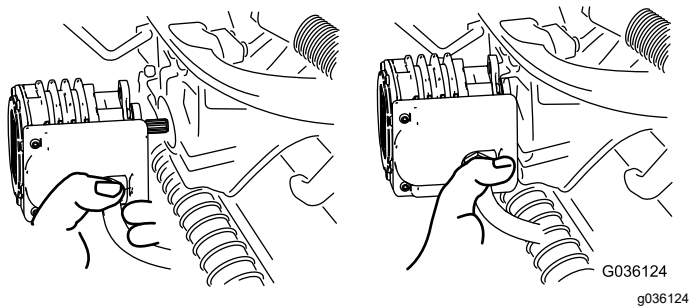

Figura 60
- Mueva el motor al lugar de almacenamiento en la parte delantera del brazo de suspensión (Figura 60).